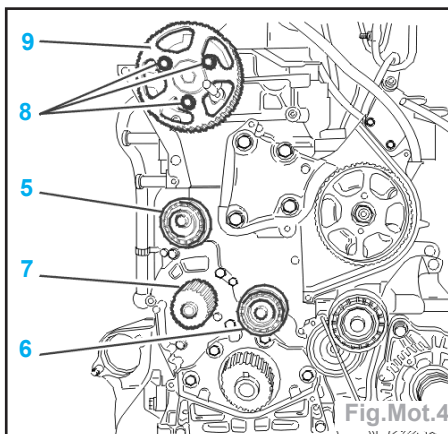

Fig.Mot.4
Impératif : vérifier que les galets (5 et 6) ainsi que la pompe à eau (7) tournent librement (absence de jeu et point dur), vérifier également que ces galets ne sont pas bruyants et/ou qu'ils ne présentent pas de projections de graisse (Fig.Mot.4).